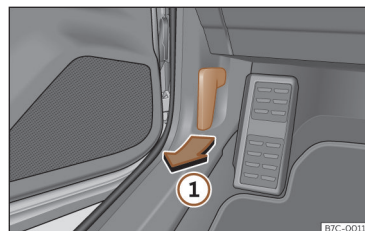

Fig. 195 Levier de déverrouillage sur le plancher, côté conducteur.
- Ouvrez la portière et tirez sur le levier situé sous le tableau de bord >>> **fig. 195 ①**.